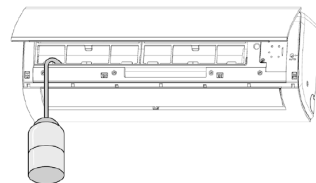

fig. 22 -
- Para verificar a drenagem, despeje água na panela de drenagem de condensado ("fig. 22 -")